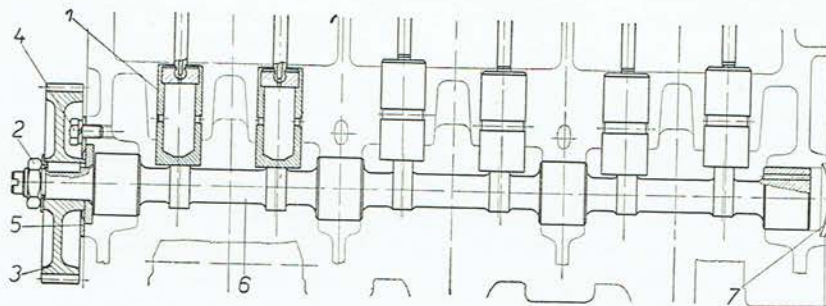

Abb. 85
3. Die Ventilstößel sind herauszuziehen (Abb. 85/1).
4. Die Mutter M 18 (Abb. 85/2) ist abzuschrauben und das Nockenwellenrad (Abb. 85/3) abzuziehen. Drei Schrauben M 18×15 (Abb. 85/4) sind auszuschrauben, der Flansch (Abb. 85/5) der Nockenwelle ist abzunehmen und die Nockenwelle (Abb. 85/6) herauszuziehen.
Anmerkung: Beim Einschieben der Nockenwelle in das Kurbelgehäuse ist auf den Verblendungsstopfen (Abb. 85/7) zu achten, der im rückwärtigen Teil des Kurbelgehäuses angeordnet ist.